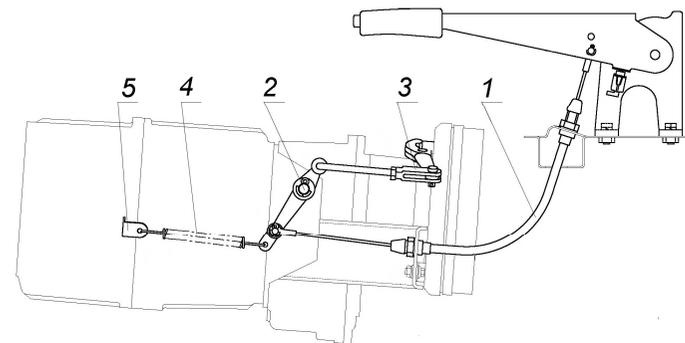

Рисунок 3. Механизм стояночного тормоза (тросовый)
**5) В случае, если на автомобиле установлен механизм стояночного тормоза старого образца (рычажный) его необходимо заменить на механизм стояночного тормоза нового образца (тросовый) (см. рисунок 3).**